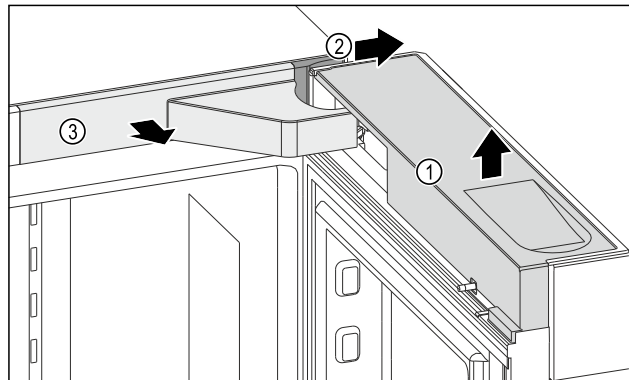

Fig. 10
- ▶ Свалете капака Fig. 10 (1).
- ▶ Свалете капака Fig. 10 (2).
- ▶ Свалете капака Fig. 10 (3).